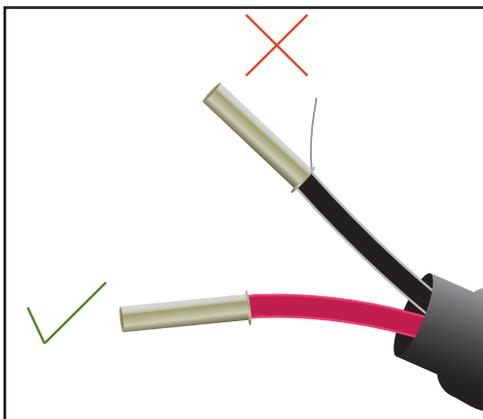

Рис. 15 Обжатые провода
- а. Как показано ниже на Рис. 15, обжимы/обжимные втулки необходимо устанавливать так, чтобы исключить возможность выпадения провода или проводящего волокна.